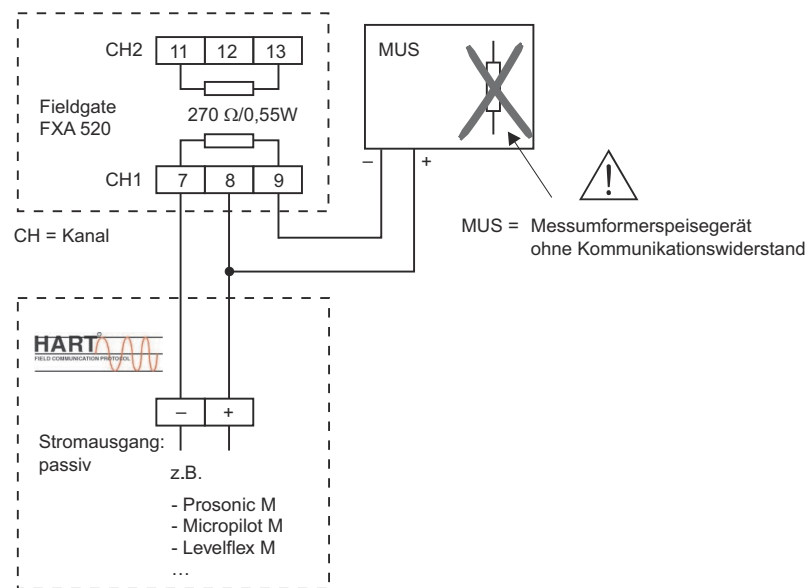

Abb. 4-7: Verdrahtung für schleifengespeiste HART-Geräte, Kommunikationswiderstand in Fieldgate
- Für schleifengespeiste Geräte und Spannungsversorgung ohne Kommunikationswiderstand siehe Abb. 4-7